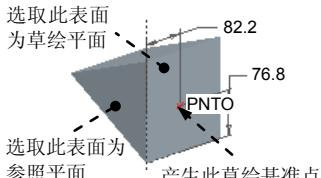

图 5.19.27 草绘基准点的创建
如图 5.19.27 所示，现需要在模型的表面上创建一个草绘基准点 PNT0，操作步骤如下。
- Step3. 选取图 5.19.27 所示的两平面为草绘平面和参照平面，单击 **草绘** 按钮。